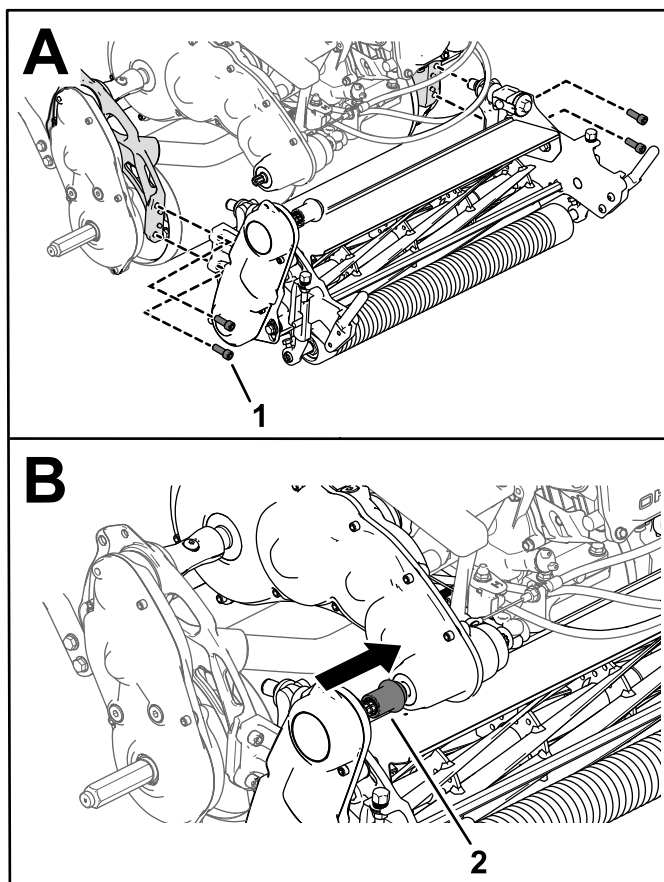

Figura 46
3. Utilice 4 tornillos allen para sujetar la unidad de corte al bastidor (Figura 46).
4. Deslice el acoplamiento de tracción de la unidad de corte sobre el árbol de la transmisión (Figura 46).